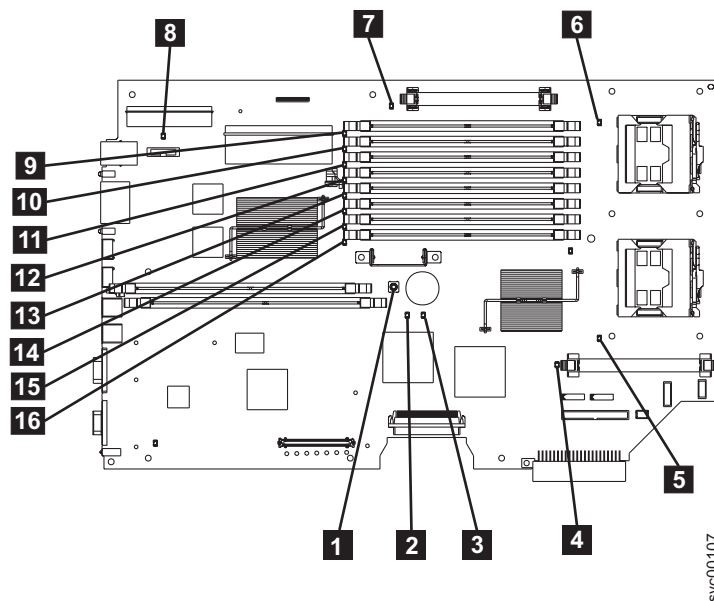

図 95. SAN ボリューム・コントローラー 2145-8F2 および SAN ボリューム・コントローラー 2145-8F4 システム・ボード LED
ーン上の LED 状態を監視している必要があります。システム・ボード LED の位置は、図 95 に示されます。ファン LED はそれぞれのファンに隣接して配置されています。必要な LED を表示するには以下を行います。
- d. ライト・パス診断ボタン **1** を押します。図 95 を参照してください。